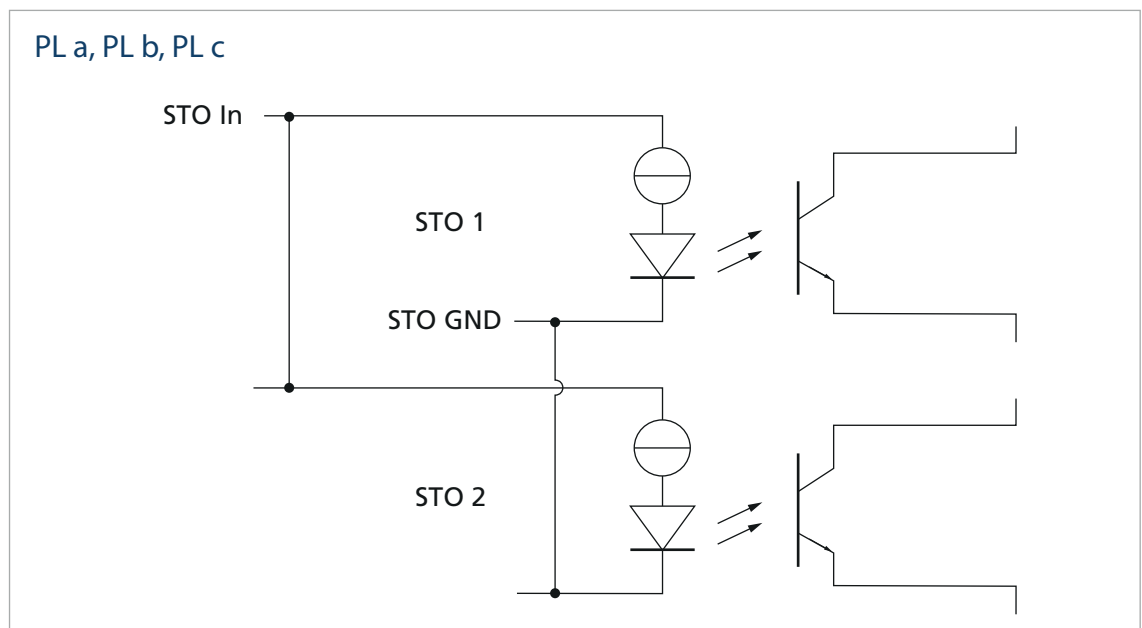

Abb. 25: Schaltbild gebrückte STO-Eingänge 1 und 2
- ▶ Gebrückte Schaltung (siehe Abb. 25) nur für Anwendungen bis Performance Level c (PL a, PL b, PL c) verwenden.